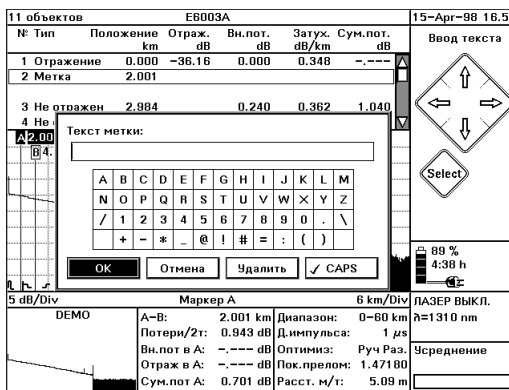

Рис. 34 Окно с текстовым полем для ввода имени метки
Появится изображение клавиатуры, с помощью которого можно ввести текст метки (Рис. 34).
- 4 На экране появится изображение клавиатуры (см. Рис. 34).